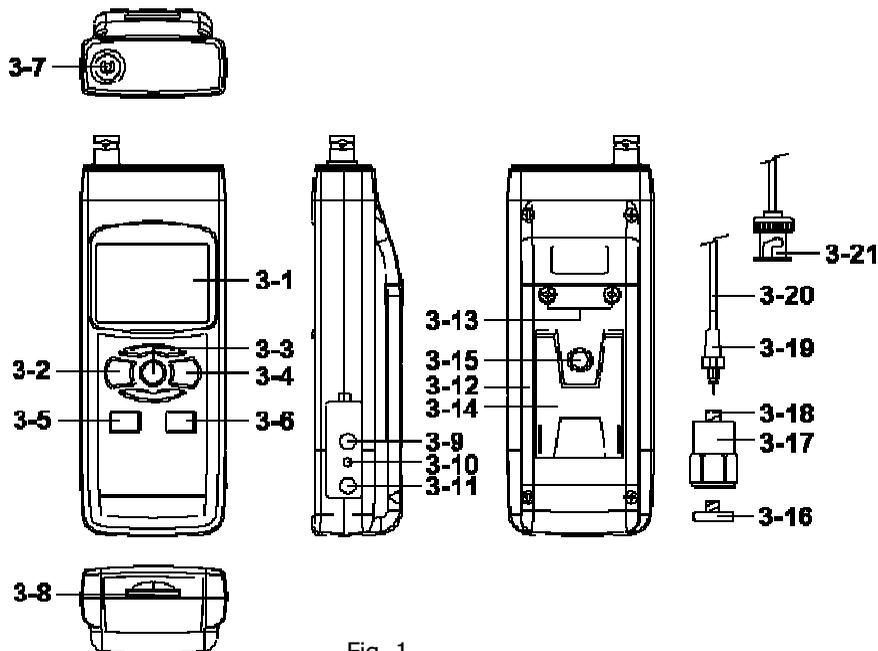

Fig. 1
Pulsante zero	Nella misura di accelerazione (RMS), sensore di movimento, premere il pulsante registratore (3-6, Fig. 1) > 5
Pulsante reset Max. Hold	Nelle misure Max. hold , premere il pulsante registratore (3-6, Fig. 1)> 5
- 1) Accendere lo strumento premendo il pulsante "Power" (3-2, Fig. 1).
- * Premendo il pulsante "Power" (3-2, Fig. 1) in modo continuo per oltre 2 secondi, il misuratore si spegne.
- 2) Collegare il "cavo connettore BNC" (3-21, Fig. 1) alla presa di ingresso BNC" (3-7, Fig. 1).
- * Si prega di non toccare con il dito o con la mano il "cavo sensore" (3-20, Fig. 1).
Selezionare l'unità desiderata del display premendo il "pulsante unità" (3-4, Fig. 1) in modo continuo (senza rilasciare il pulsante), il display mostrerà le seguenti unità di Accelerazione/Velocità/Spostamento in sequenza.
Selezionare la funzione desiderata (RMS, Picco, Max HOLD) premendo il "pulsante di funzione" (3-3, Fig. 1) in modo continuo (senza rilasciare il pulsante), fino a quando nel display appaia la funzione desiderata (RMS, Max HOLD, Picco) , poi rilasciare il "pulsante di funzione" (3-3, Fig. 1). Per conoscere le procedure in modo dettagliato, si prega di consultare il capitolo 4-1.
Quando si esegue la funzione Max Hold, se si preme il pulsante " LOGGER-Registratore" (3-6, Fig. 1) in modo continuo per almeno 5 secondi, si cancellerà il valore Max hold esistente.
- 1) Il sensore di vibrazione è pronto, collegare il cavo (3-21, Fig. 1) alla presa di ingresso (3-7, Fig. 1).
- 4) Premere il pulsante "LOGGER-registratore" (3-6, Fig. 1) in modo continuo per almeno 5 secondi per azzerare il display.
Premere "Hold" (3-3, Fig. 1) una volta e il valore di misura si blocca sul display. Appare il simbolo "HOLD".
1) La funzione serve per registrare le letture massima e minima. Premere "REC" (3-4, Fig. 1) una volta per attivare la funzione e appare il simbolo "REC" sul display.
a) Premere il pulsante "REC" (3-4, Fig. 1) una volta e sul display appare il simbolo "REC MAX" insieme al valore massimo.
Se si vuole cancellare il valore massimo, premere "Hold" (3-3, Fig. 1) una volta. Quando sul display appare il simbolo "REC", si esegue la funzione in modo continuo.
b) Premere il pulsante "REC" (3-4, Fig. 1) di nuovo e sul display appare il simbolo "REC MIN" insieme al valore minimo.
Se si vuole cancellare il valore minimo, premere una volta il pulsante "Hold" (3-3, Fig. 1). Quando sul display appare il simbolo "REC", si eseguirà la funzione di memoria in modo continuo.
Quando si accende il misuratore, si accende automaticamente la "retroilluminazione". Premere il pulsante di "retroilluminazione" (3-2, Fig. 1) una volta per spengere la "retroilluminazione del LCD".
Preparare una "scheda di memoria SD" (da 1 G a 16 G, opzionale), inserire la scheda SD nella "slot per la scheda SD" (3-8, Fig. 1).
Premere il pulsante "REC" (3-4, Fig. 1) una volta, sul display appare "REC". Poi premere il pulsante "Logger-registratore" (3-6, Fig. 1), e sul display lampeggerà il simbolo "REC" mentre i dati e l'informazione relativa all'ora saranno salvati nel circuito.